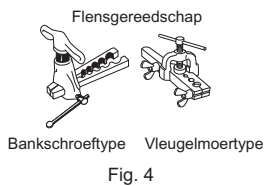
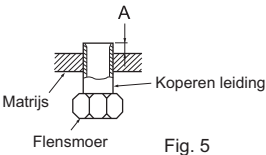

Fig. 4
Fig. 5
- 5) Duw de afvoerslang helemaal in de afvoeropening aan de rechterachterkant van de binnenunit. (Fig. 4)
- 6) Steek de afvoerslang door huls (C) in het muurgat, en haak het bovendeel van de binnenunit vast op de installatieplaat (1). Verplaats de binnenunit vervolgens helemaal naar links zodat de leidingen makkelijker achter in de unit kunnen worden geplaatst.
- 7) Snijd een stuk karton uit de verpakkingendoos, rol het op, haak het vast aan de rib op de achterkant en gebruik het als afstandsbeugel om de binnenunit op te tillen. (Fig. 5)
- 8) Sluit de koelmiddelleiding aan met de verlengleiding (B).
- 9) Druk de onderkant van de binnenunit vast op de installatieplaat (1).
- 4) Afdichting (Fig. 4, 5). Draai de koperen leiding volgens de in de tabel getoonde waarden stevig vast. Selecteer A mm uit de tabel volgens het gereedschap dat u gebruikt.